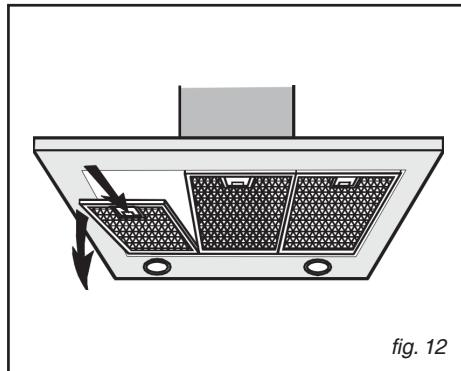

fig. 12
• Ausbau des Fettfilters (Abb. 12)
Fettfilter entfernen, indem der Halter niedergedrückt und der Filter nach außen gedreht wird (Abb. 12).